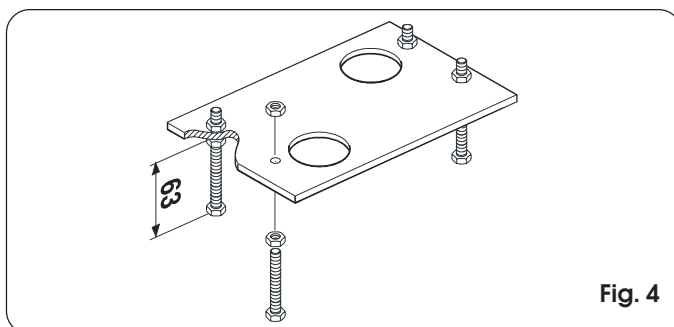

Fig. 4
- 1) Assembler la plaque de fondation d'après la Fig. 4.